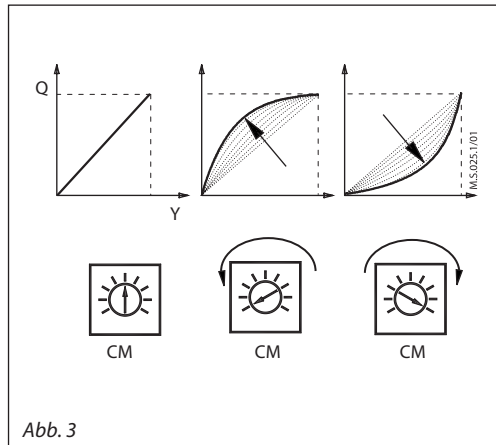

Abb. 3
**DIP-Schalter 4: LIN/MDF - Änderung der Ventilkennlinie (Abb. 3):**